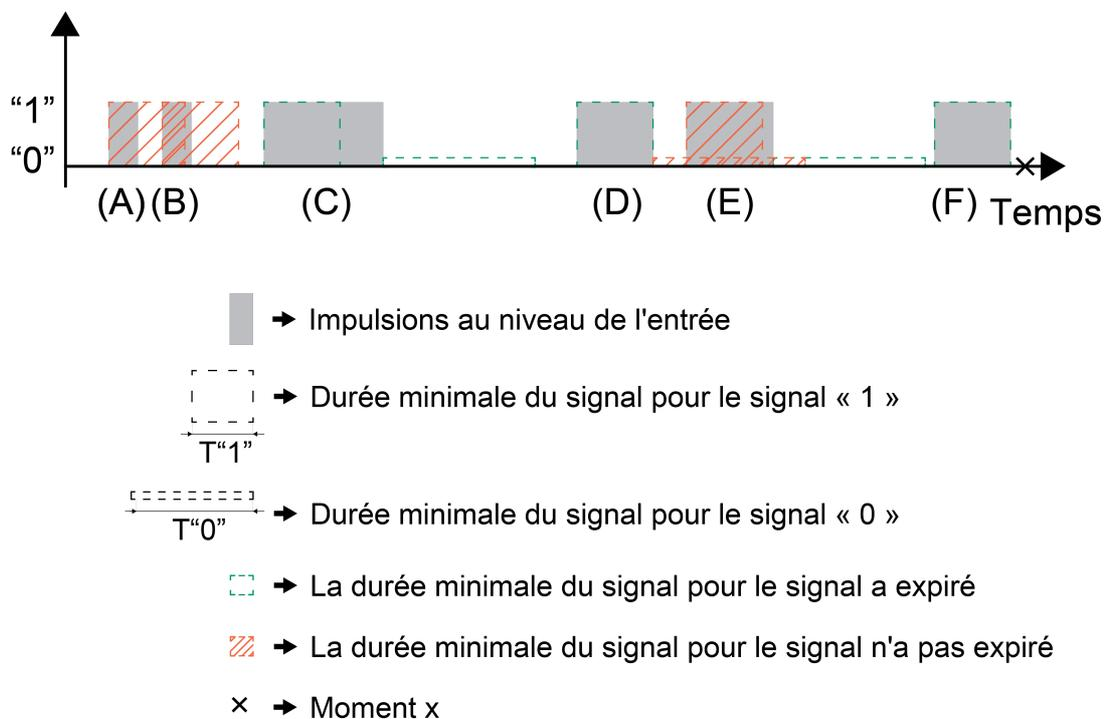

Figure 17: Exemple de réglage de la durée minimale de signal
**Exemple de réglage de la durée minimale de signal (figure 17):**